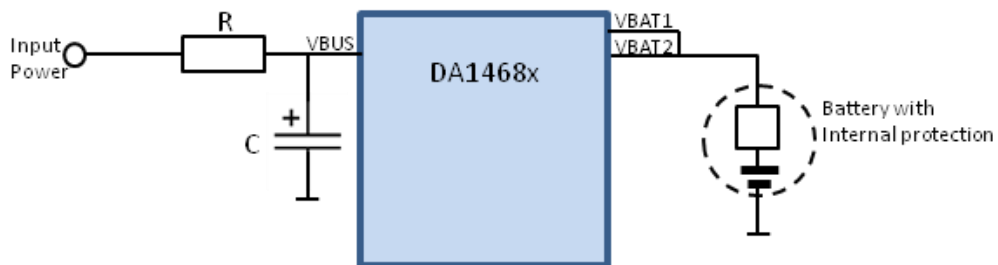

图 1: 外部元件和锂电池与DA1468x之间的连接
如图1所示电池和外部元件应连接到DA1468x。
- 通过拟合外部元件的电池低温保护（NTC热敏电阻和电阻器，如图 1所示）。
- 通过拟合外部元件的电池高温保护（NTC热敏电阻和电阻器，如图 1所示）。
给电池充电只能在电池的允许的运行温度内进行。温度下限和上限由电池的制造商确立。电阻器应串联到NTC热敏电阻，该热敏电阻应安装在电池上。电阻器的值应等于（或接近）NTC热敏电阻在温度上限时的电阻值。使用DA1468x测量温度应通过测量NTC热敏电阻和连接的电阻器之间的电压，如图 1所示。当条件许可时（在CHARGER_CTR1_REG中NTC_禁用 = 0），若温度不在运行温度范围内，则充电电路将自动停止充电过程。